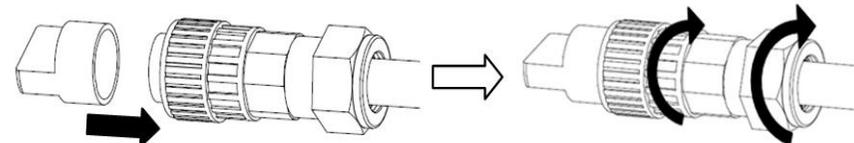

Figura 5.23 Montagem do terminal AC
B) Prenda a fixação de plástico (aperto auxiliar) no elemento do soquete, aperte o adaptador no elemento do soquete e, em seguida, aperte a porca giratória com torque de 3-4 Nm (consulte a Figura 5.23).